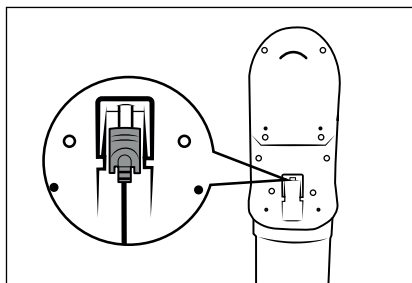

Fig. 8
- ▶ Støvsugeren kan også oplades direkte med netadapteren **10**. Tag hulstikket **11** ud af vægholderen **18** med en let drejning, og sæt det ind i ladestikket **3** på produktet (se fig. 8).